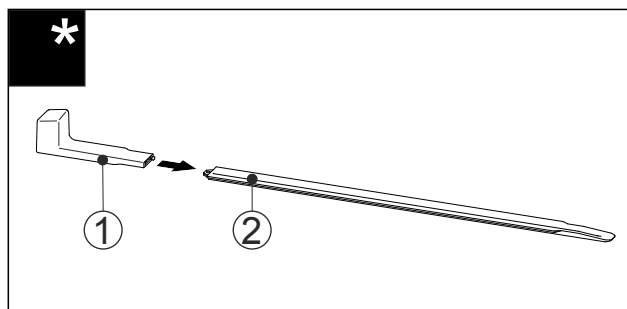

Fig. 47
- Montážní úchyt Fig. 47 (1) připevněte k nivelační liště Fig. 47 (2).